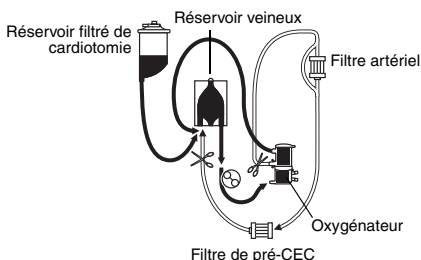

Figure 3.
Recirculation (Figure 3)
1. Une fois la tubulure installée dans un conduit de la pompe correctement fermé, déclamber la sortie de recirculation (voir Figure 3) pour permettre la recirculation entre l'oxygénéateur et le réservoir veineux.